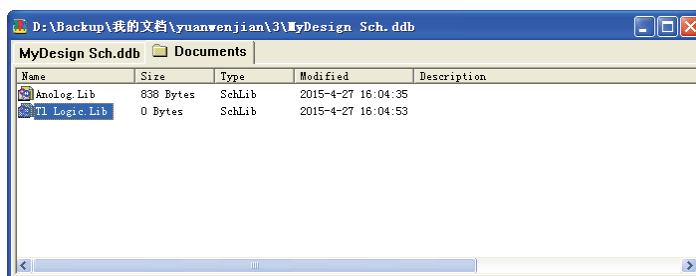

图 3-60 修改元件库名称
(2) 选择其中的“Schematic Library Document”，新建元件库文件，单击 **OK** 按钮确定。设计项目中新增了一个 .Lib 文件，可在新的库文件图标上修改库文件的名称为“TI Logic.Lib”，如图 3-60 所示。